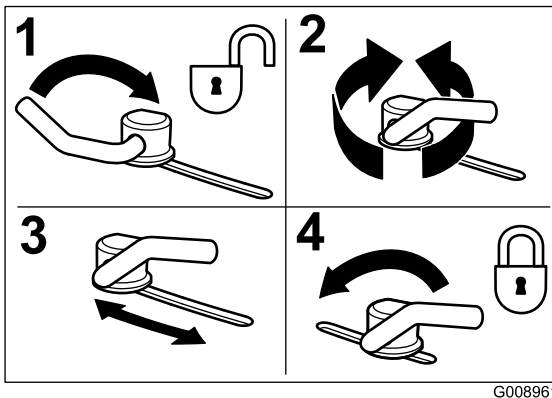

Figura 15
1. Ajuste los bloqueos de leva levantando la palanca para aflojar el bloqueo de leva (Figura 15).
3. Devuelva la palanca a su posición original para apretar el deflector y los bloqueos de leva (Figura 15).